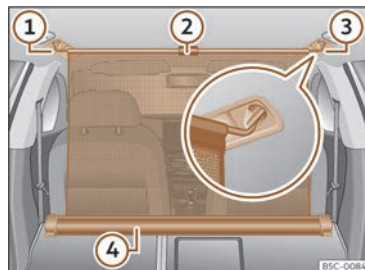

Fig. 194 În portbagaj: plasa de separare fixată pe spătarele banchetei.
- Trageți mânerul >>> **fig. 194** ② pentru a scoate plasa din casetă ④.
- Agățați plasa de separare în partea dreaptă sau stângă >>> **fig. 194** ③ (imaginea mărită).
- Agățați plasa de separare în locașul de pe partea opusă >>> **fig. 194** ①, trăgând de tijă. Plasa de separare este fixată corespunzător când capetele în formă de T sunt fixate bine în locașurile >>> **fig. 194** ③ și ①.
- Rulați plasa și introduceți-o în caseta >>> **fig. 194** ④, susținând-o cu mâna.